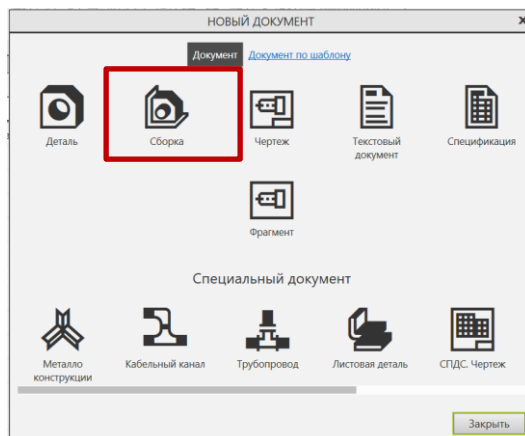

Рис. 1 Создание нового документа
- **Файл – Создать – Новый документ – Сборка (рис. 1).**